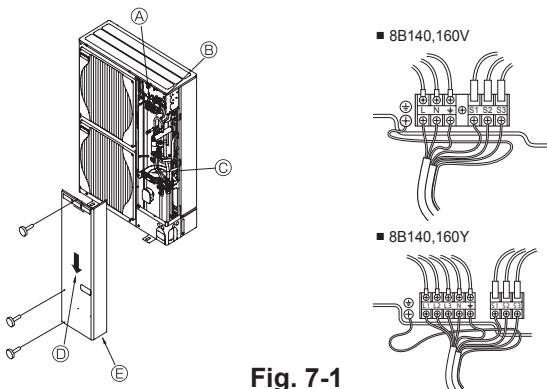

Fig. 7-1
### 7.1. Наружный прибор (Fig. 7-1)
- ① Снимите защитную панель.
- ② Проведите кабели согласно Fig. 7-1.
- ④ Прокладывайте кабели так, что они не соприкасались с центром эксплуатационной панели или газового клапана.